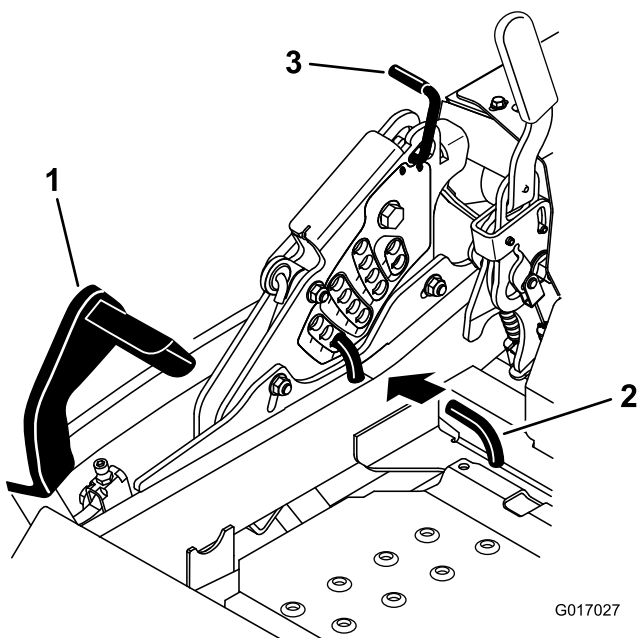

Figure 27
2. Appuyez sur la pédale de relevage du tablier avec le pied et relevez le tablier en position de transport (qui est aussi la position de hauteur de coupe de 140 mm [5.5 po]) (Figure 27).
3. Pour changer de hauteur de coupe, retirez la goupille fendue et l'axe de chape du support de hauteur de coupe (Figure 27).
4. Placez la goupille dans le trou du support correspondant à la hauteur de coupe voulue (Figure 27).